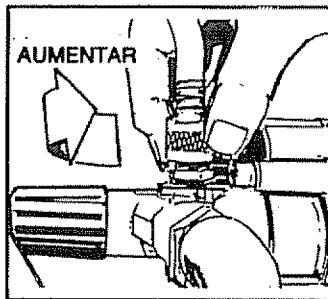

FIG. 14
- Encienda la máquina lavadora y aplique el detergente a una superficie seca, comenzando en la parte de abajo y terminando en la parte de arriba. También puede concentrar la aplicación de detergente girando la perilla del detergente (Fig. 14).